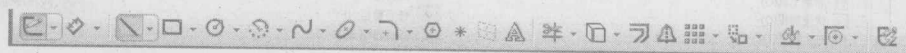

图 1-10 【草图】工具栏
- **【草图】工具栏。**该工具栏提供了草图绘制有关的大部分功能，包括草绘实体、草图编辑等，如图 1-10 所示。